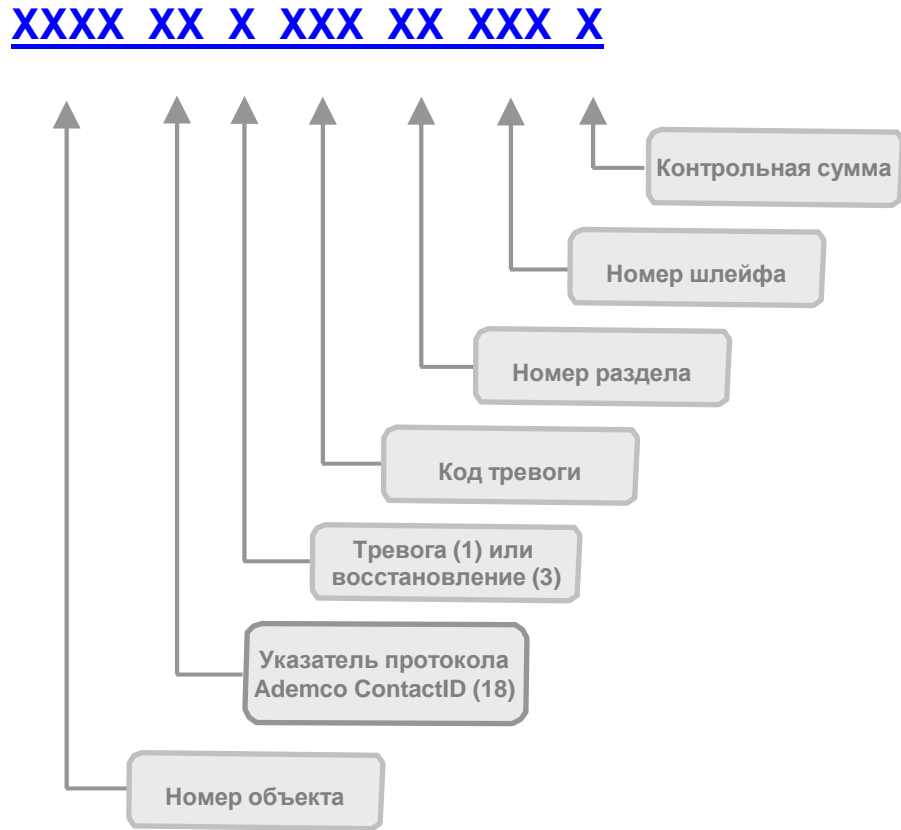

Рис.6.1. Значение цифр сообщения в протоколе Ademco ContactID.
Протокол Ademco ContactID является наиболее распространенным DTMF-протоколом передачи сообщений на пульт центрального наблюдения ввиду его высокой информативности. Сообщение в протоколе Ademco ContactID состоит из 16 цифр. Их значение показано на рис.6.1.
- Сообщение от охранной панели (рис.6.1).